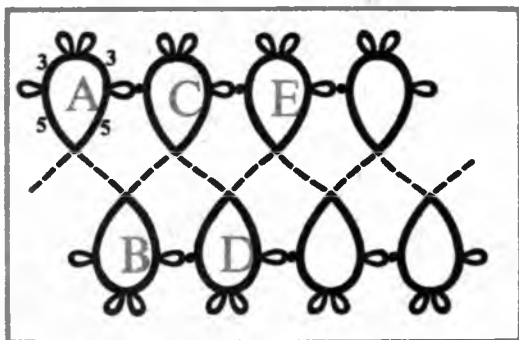

Рис. 24. Узор к упражнению № 6
**Упражнение 6.** Возьмите один челнок и сплетите прошву по схеме (рис.24). Особенность плетения заключается в том, что при начале плетения кольца В изде-
В розетке (рис.27) центральная часть — это круг с расстоянием между пико — 1 узел. Пико при этом делают размером 4...5 мм (то есть удлиненные). Второй круг плетут так, как это было показано в упражнении 6 (см.рис.24). Разница только в том, что кольца при выполнении розетки разного размера. Кольцо А — большое, а кольцо В — маленькое (число узлов между пико указано на рисунке). При выполнении малого кольца его прикрепляют к длинному пико средней детали, а при выполнении больших колец их сцепляют с каждым предыдущим кольцом. Последние два кольца сцепляют по методу, описанному при вы-